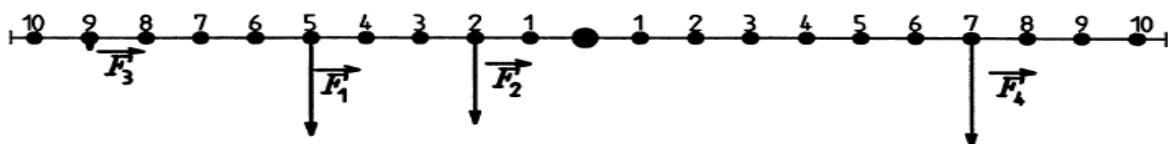

Abb. 3
- Hake die Zugschnüre der Kraftmesser und beider Gewichtsteller an geeigneten Marken des Hebelns ein (vgl. Abb. 3 und Tabelle 2, Spalte 2).